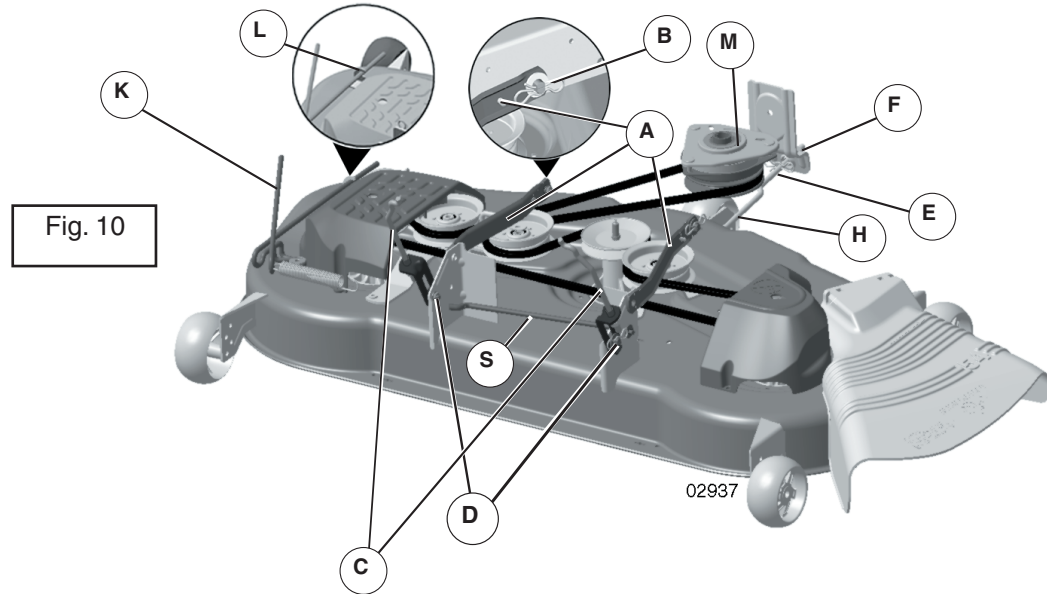

Fig. 10
12. Laita etukiinnikkeen toinen pää (E) reikään, joka sijaitsee ruohonleikkurin etutuessa (H) ja varmista aluslevyllä ja pienellä kiinnitysrousella (J).
13. Irrota hihnan kiristysvarsi (K) lukitustuesta (L) (Fig. 10).
15. Laita hihnan kiristysvarsi paikoilleen (K) lukitustuelle (L) (Fig. 10).
15. Desengatar a haste de tensão (K) da correia no suporte (L) de aperto (Fig. 10).
12. Τοποθετήστε το άλλο άκρο της μπροστινής σύνδεσης (E) στην οπή στον μπροστινό βραχίονα της μηχανής κουρέματος γκαζόν (H) και ασφαλίστε με ροδέλα και μικρό ελατήριο συγκράτησης (J).
13. Αποσυνδέστε τη ράβδο τεντώματος ιμάντα (K) από το βραχίονα κλειδώματος (L) (Fig. 10).
15. Συνδέστε τη ράβδο τεντώματος ιμάντα (K) στο βραχίονα κλειδώματος (L) (Fig. 10).